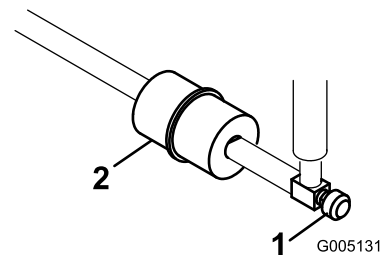

図 35
インラインタイプの燃料フィルタが、燃料タンクとキャブレタの間に設置してあります 図 35。
- 燃料バルブを閉じる 図 35。
- フィルタの下に回収容器を置き、フィルタのキャブレタ側のホースクランプをゆるめて燃料ラインからフィルタを外す (図 35)。
- もう一方のホースクランプをゆるめてフィルタを取り出す 図 35。